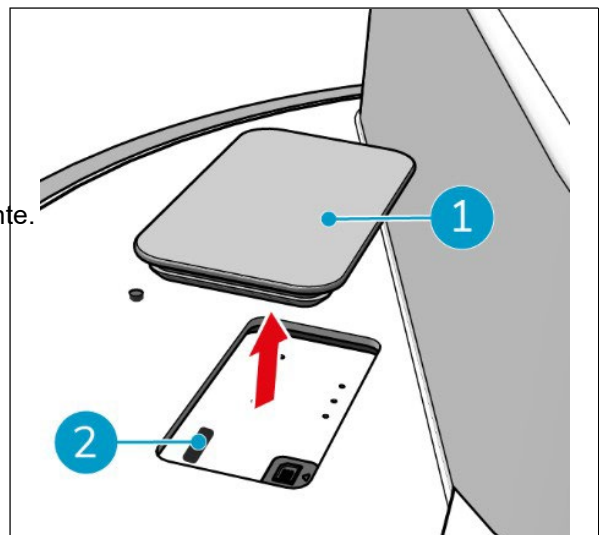

Figura 23
1. Retire la placa de cubierta (figura 23, pos. 1).
2. Abra la tapa de goma de la ranura de la tarjeta SIM (figura 23, pos. 2).